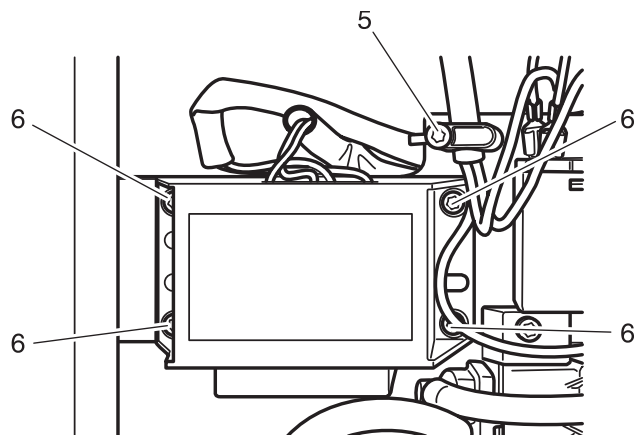

Fig. 24c
- Die Schrauben 6 herausdrehen (Fig. 24c).